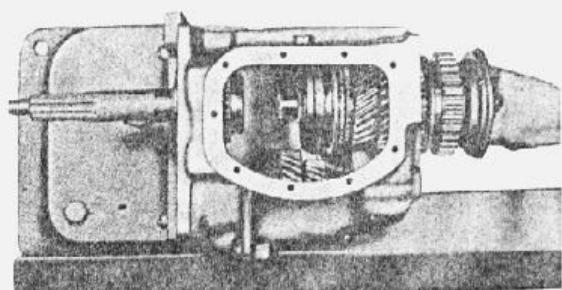

fig. 4 — remoção do conjunto de árvore secundária
5. Colocar a engrenagem da ré na posição "engatada" para facilitar a remoção do conjunto da árvore secundária. Remover o conjunto da árvore secundária (fig. 4).